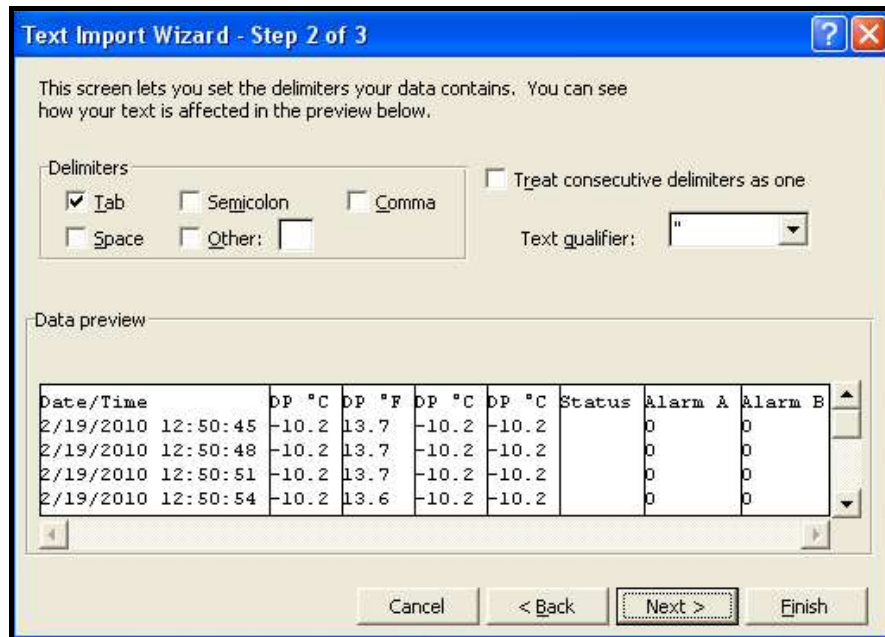

Рис. 63: Мастер импорта 2 Excel
2. Следуйте инструкциям на экране, при необходимости, выполните изменения, и щелкните **Далее>**. Появится следующий экран (см. Рис. 63 на стр. 77).